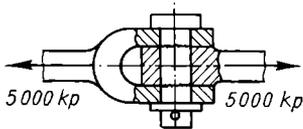

Bild 46
77. Der Bolzendurchmesser des skizzierten Stangengelenks (Bild 46) ist zu berechnen für eine Stangenkraft von 5000 kp und zulässige Abscherspannung von 600 kp/cm².